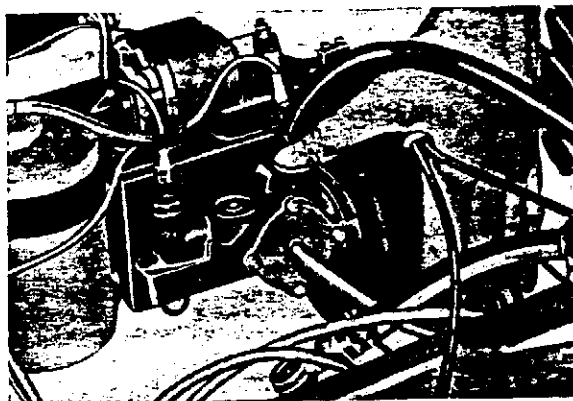

Abb. 44 Prüfmoment 1
1. Dieses Prüfmoment ist nur bei Servobremsszylinder auszuführen, wenn die Bremsflüssigkeit abgelassen ist. Den Servobremsszylinder auf seiner Konsole anbringen. Den hydraulischen Auslaß verschließen und einen Schlauchanschluß am Hydrauleinlaß anbringen. Den hydraulischen Auslaß verschließen Gewinde  $3/8" \times 24 \text{ UNF}$ . Die Vakuumleitung am hydraulischen Einlaß anschließen und Luftfilter ausbauen. Motor anlassen und im Leerlauf arbeiten lassen. Mit Hilfe des Fingers prüfen, ob Luft durch den Luftfilteranschluß und den üblichen Vakuumanschluß strömt. Siehe Abb. 44.